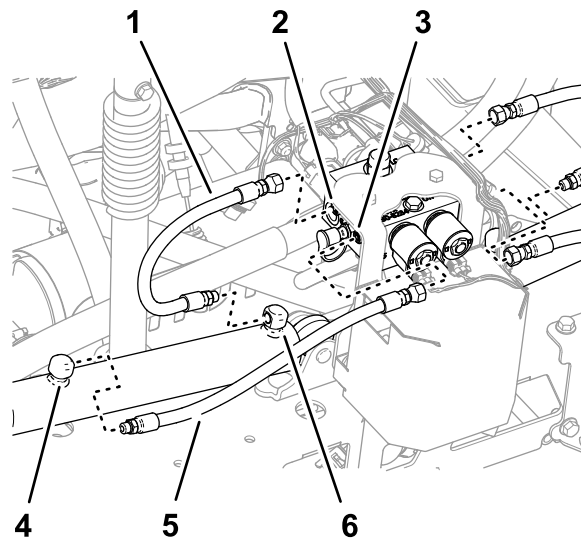

图 39
1. 从左、右提升油缸的延长端口卸下软管图 39。
2. 从提升油缸歧管的 C2 和 C4 端口卸下软管图 39。
3. 从左、右提升油缸的回收端口卸下软管图 39。
4. 从提升油缸歧管的 C1 和 C3 端口卸下软管图 39。